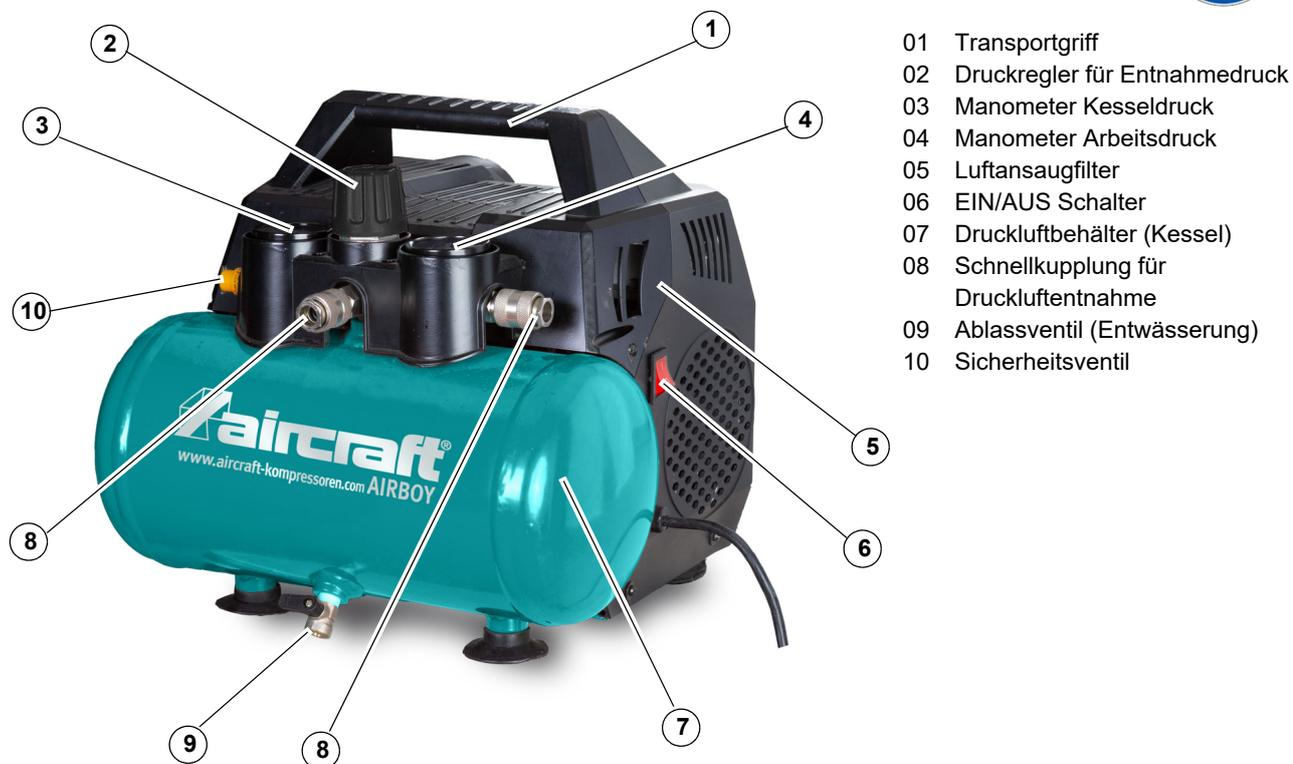

Abb.5-1: Gerätebeschreibung AIRBOY 131 OF E
- Zum Einschalten den Ein-/Ausschalter (Pos. 6, Abb. 5-1) auf Position 1 stellen.
- Zum Ausschalten den Ein-/Ausschalter (Pos. 6, Abb. 5-1) auf Position 0 stellen.
- Bauen Sie den Ansaugfilter (Pos. 5, Abb. 5-1) aus und wechseln Sie ihn aus (wenn er beschädigt ist) bzw. reinigen Sie das Filterelement. Setzen Sie den Kompressor niemals ohne Ansaugfilter in Betrieb!